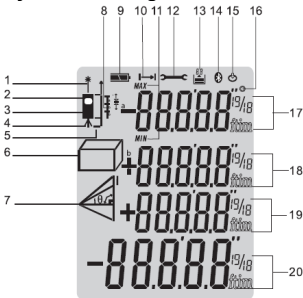
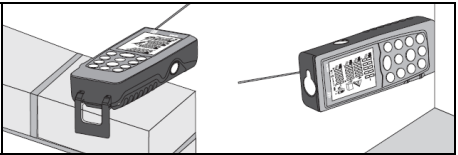
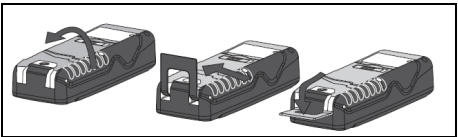

Abb. 2: Beschreibung der Symbole auf der Anzeige
Abb. 3: Abstandsmessung auf Seiten und Ecken
Abb. 4: Öffnung des Ständers zur Messung auf Ecken
- **Stativ** → (siehe Abb. 2 – Pos. 4) Drücken und halten Sie die  Taste für 2s. Die Messung wird durch das Einführloch des Stativs durchgeführt
- **Geräteniveau + Ständer** → Das Gerät ist mit einem aufklappbaren Ständer ausgestattet, um das Gerät auf einer ebenen Fläche bequem abstellen zu können (siehe Abb. 3). Mit dem Ständer bei 90°, bewegen Sie ihn vorsichtig nach rechts und öffnen Sie ihn vollständig (siehe Abb. 4). In dieser Stellung, wenn das Gerät auf einer Ecke oder Stufe abgestellt wird, konfiguriert es sich automatisch mit dem Niveau, das in Abb. 2 – Pos. 5) gezeigt ist. Bewegen Sie das Gerät vorsichtig weiter nach rechts und drehen Sie den Ständer, um ihn an dem Gerät zu schließen